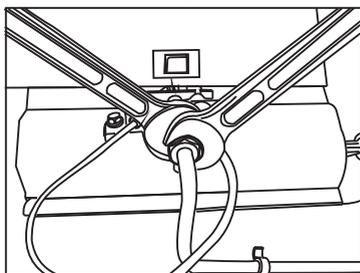

Fig.2
2. Desconecte el caño piloto utilizando dos llaves de 1/2". (Fig.2)